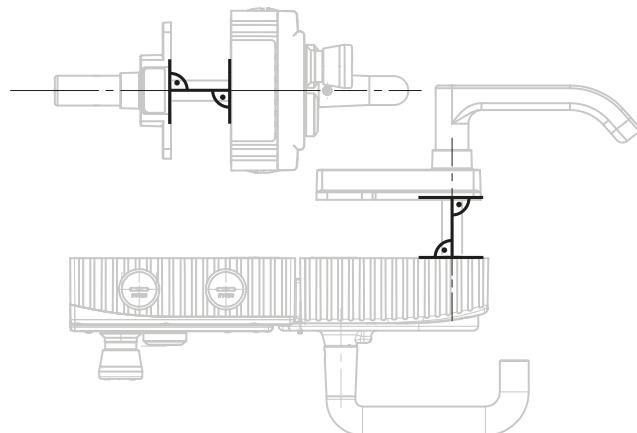

Рис. 8. Пример монтажа для двери с правым упором (обзорное изображение)
- Выровнять ось разблокировки для эвакуации под прямым углом к модулю ручки. См. Рис. 4 и Рис. 8.
Этапы монтажа представлены на Рис. 8 и Рис. 9–Рис. 14.